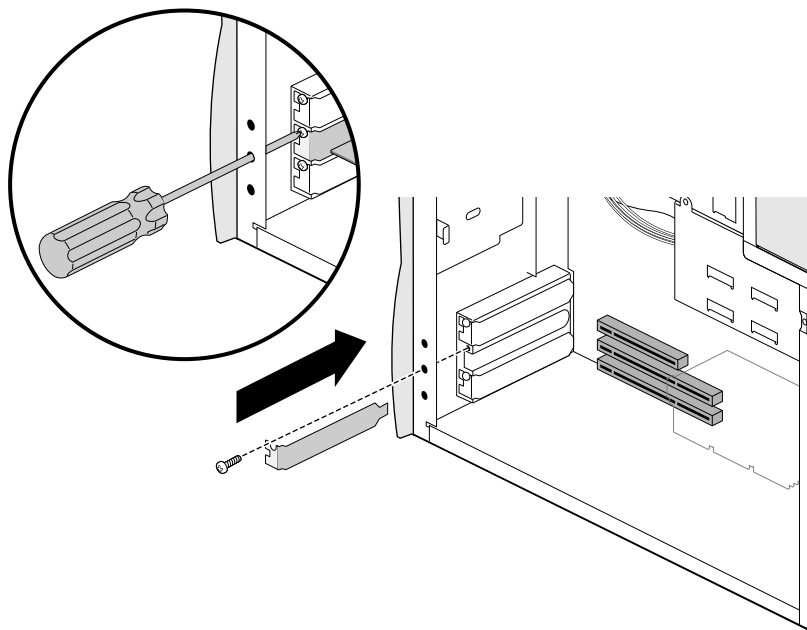

図 5-4 PCI スロットへのカバープレートの取り付け
6. スロットに別のカードを取り付けない場合は、カバープレートを取り付けます(図 5-4)